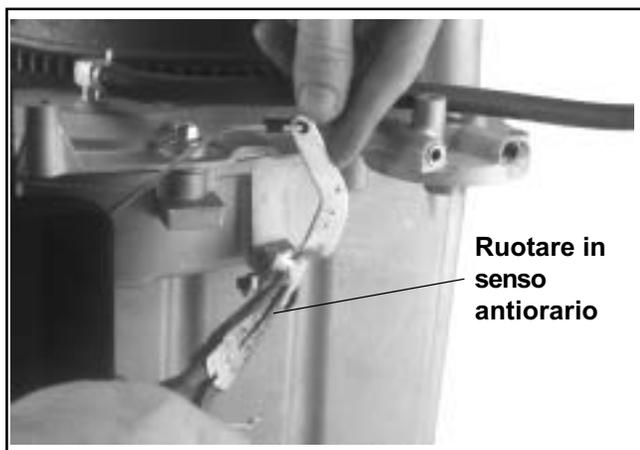

Figura 10-64. Regolazione di regolatore e tiranteria.
2. Muovere la leva del regolatore verso il carburatore, portandola al finecorsa (pieno gas), e tenerla in questa posizione. Prestare attenzione a non applicare una pressione eccessiva, flettere o piegare la tiranteria. Afferrare l'albero trasversale con un paio di pinze e girarlo a fondo in senso antiorario. Vedere Figura 10-64. Serrare il dado esagonale a **7,0-8,5 N·m (60-75 in. lb.)**.